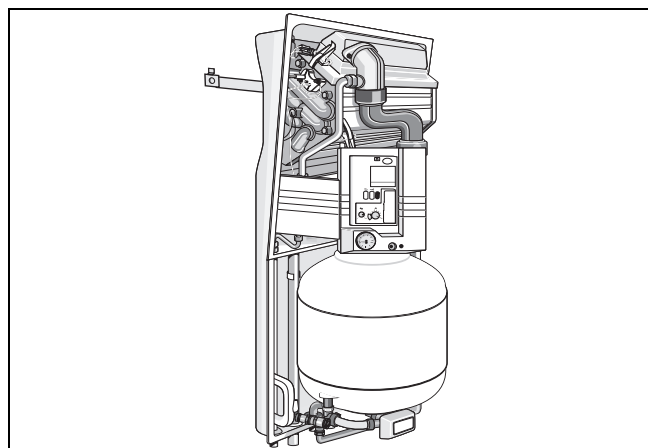

Fig. 3 Montaggio
- Appendere la caldaia a gas a condensazione al supporto a parete (fig. 3).